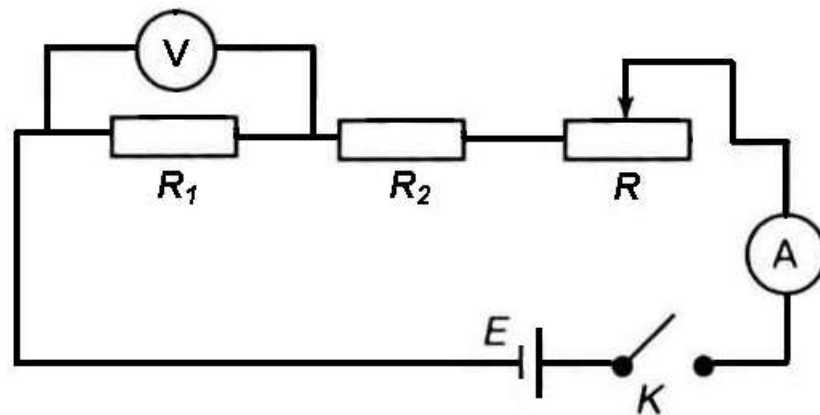

рис. 1
2. Зберіть електричне коло за схемою, вказаною на рис. 1. (*попередження: обов'язково дотримуйтесь полярності підключення*).
4. Вимкніть джерело, від'єднайте реостат та, не змінюючи положення повзунка, виміряйте омметром його опір (R).